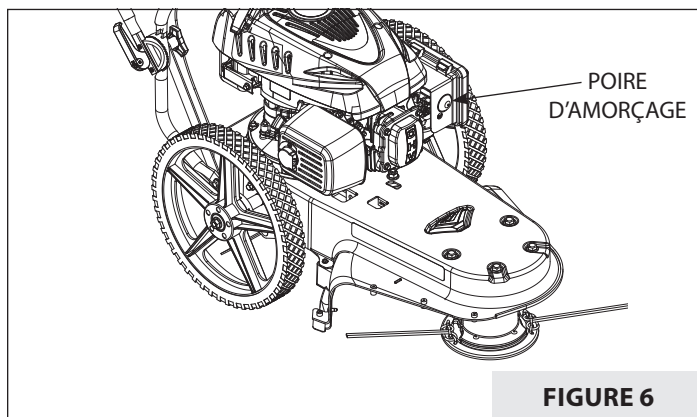

FIGURE 6
- Appuyer sur la poire d'amorçage à trois reprises. Attendre deux secondes environ entre chaque pression. **VOIR FIGURE 6.**
VOIR FIGURE 6.